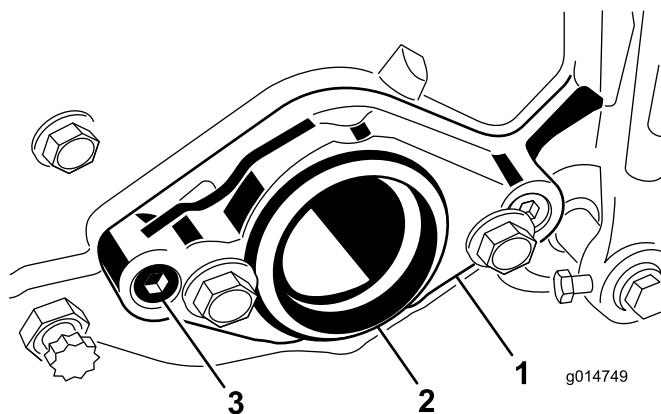

Bild 8
2. Nehmen Sie rechts am Mähwerk den Plastikstöpsel vom Lagergehäuse ab (Bild 8).
3. Nehmen Sie die beiden Inbusschrauben ab, mit denen die Motorbefestigung rechts hinten am Mähwerk befestigt ist. Nehmen Sie die Motorbefestigung ab (Bild 8).
6. Montieren Sie die Motorbefestigung mit den zwei vorher abgenommenen Inbusschrauben links am Mähwerk Bild 8. Ziehen Sie die Schrauben auf 16-20 Nm fest.